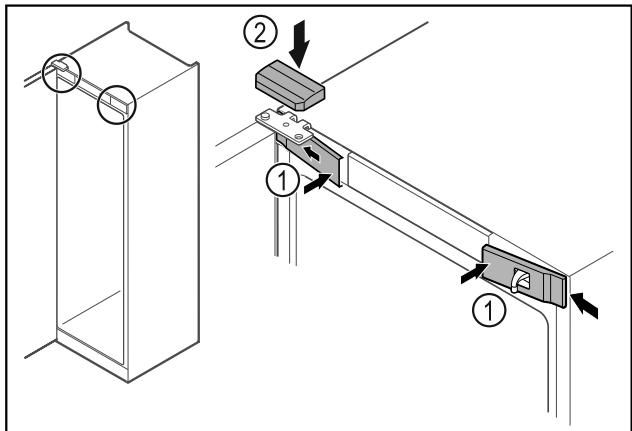

Fig. 47
- Iškabinkite priekines dengiamąsias plokštėles Fig. 47 (1) šone ir užfiksukite.
- Užfiksukite viršutinę dengiamąją plokštę Fig. 47 (2) iš viršaus.